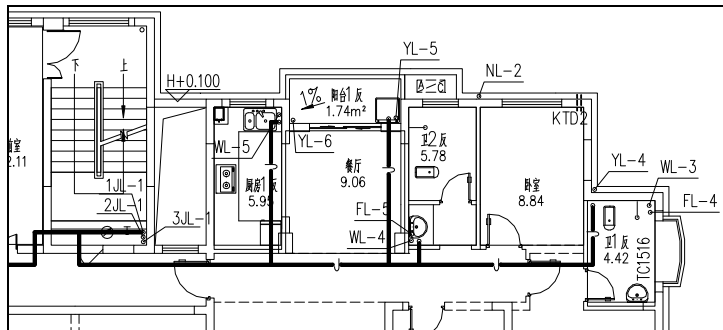

图 13-27 绘制立管和管线结果
**05** 绘制楼梯间右边卫 1 反、卫 2 反、厨房 1 反中的立管。采用上述的操作方法，绘制立管和管线，结果如图 13-27 所示。